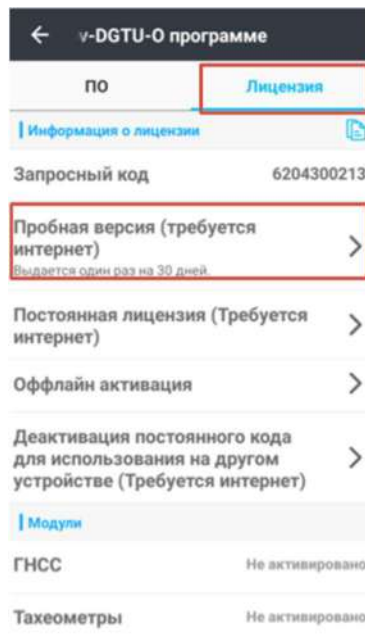

Рисунок 1.4.8
- 🖥️ Нажмите на "Пробная версия", после чего станет доступна пробная тридцатидневная лицензия (Рисунок 1.4.8).